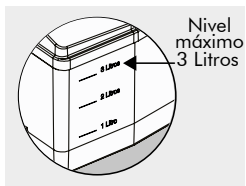

Figura 20
- Llene hasta nivel máximo (Figura 20).